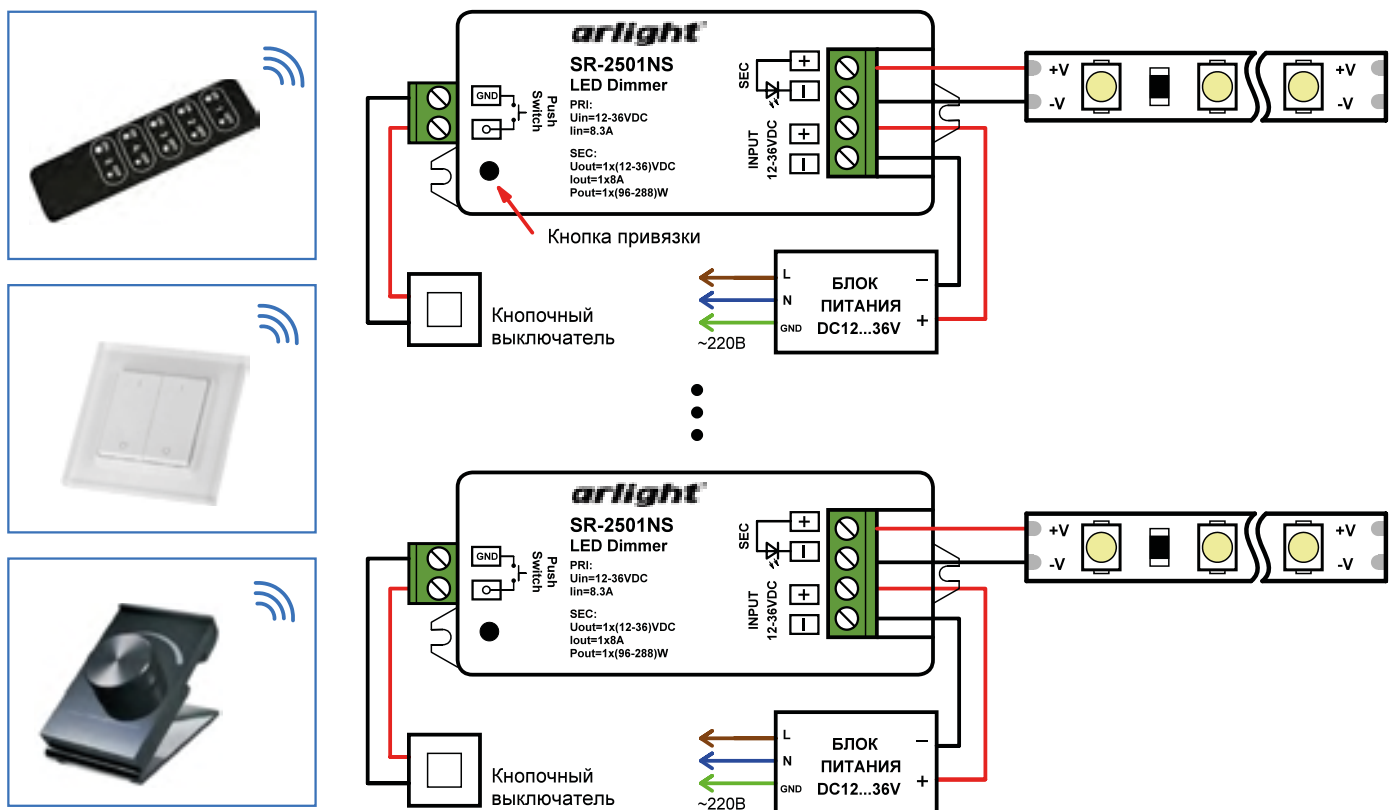

Рис.2. Схема подключения оборудования на примере диммера SR-2501NS.
- 3.4. Соедините блок питания, диммер и светодиодную ленту (подробнее, см. инструкцию к используемому диммеру). Пример подключения диммеров показан на Рис.2.